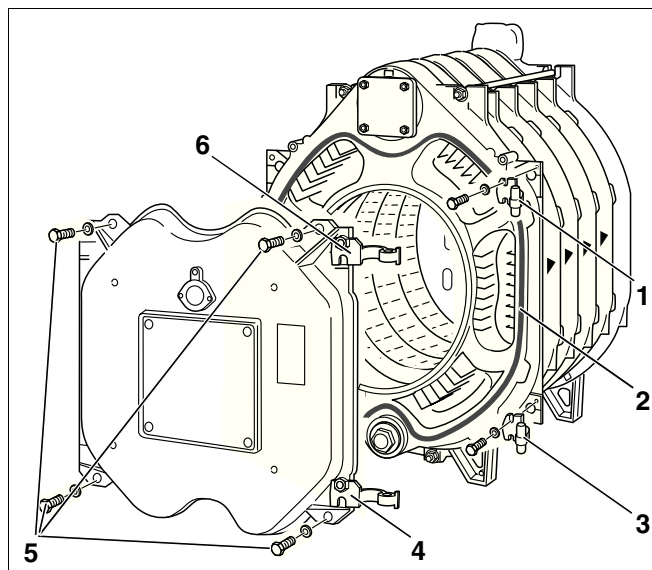

Рис. 26 Навеска дверцы горелки
На заводе обе шарнирные петли (рис. 26, **поз. 4 и 6**) устанавливаются справа на дверце горелки. Для открывания дверцы налево необходимо установить петли с левой стороны на дверце горелки.
- Закрепить шарнирные крюки (рис. 26, **поз. 1 и 3**) на передней секции двумя болтами М 12 х 50. На рис. 26 изображено правостороннее расположение дверцы. Для навески дверцы слева закрепить крюки соответствующим образом с левой стороны.
- Приклеить GP-шнур диаметром 18 мм к передней секции. При этом место стыка уплотнительного шнура должно быть сбоку (рис. 26, **поз. 2**).
- Закрывать дверцу горелки и прикрутить ее болтами (M16 x 140) (рис. 26, **поз. 5**). Затяжку болтов следует производить равномерно крест-накрест.